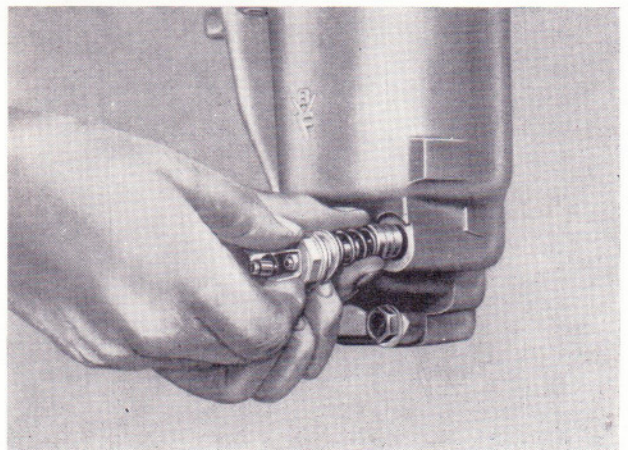

Bild 173
- Differenzdruckschalter ausbauen, Leichtgängigkeit des Kolbens überprüfen (Bild 173) und gegebenenfalls auswechseln.